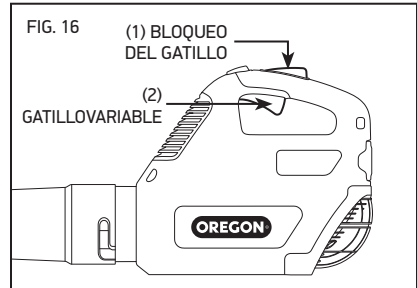

FIG. 16
- Para arrancar el soplador, apriete el gatillo variable (2) (Fig. 16). Apriete el gatillo variable con más fuerza para aumentar la velocidad y fuerza del soplador.